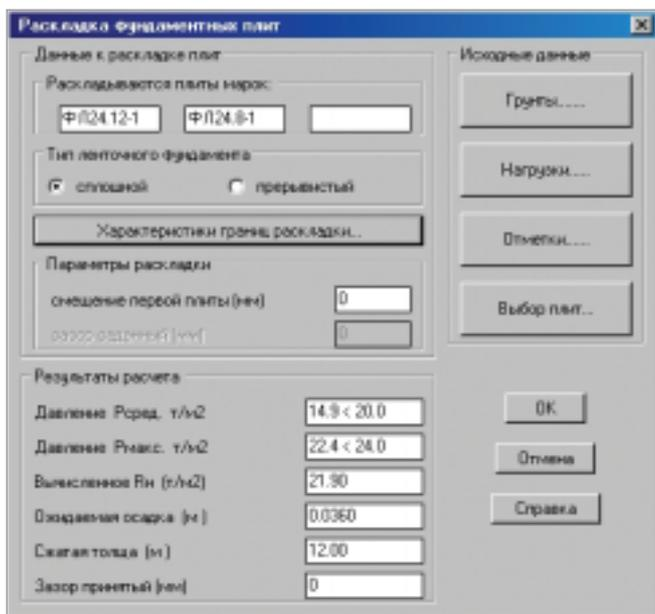

Рис. 63
- Расчет по деформациям сборных ленточных фундаментов, проектирование и раскладка в автоматическом управляемом режиме фундаментных плит на схеме расположения (рис. 63).